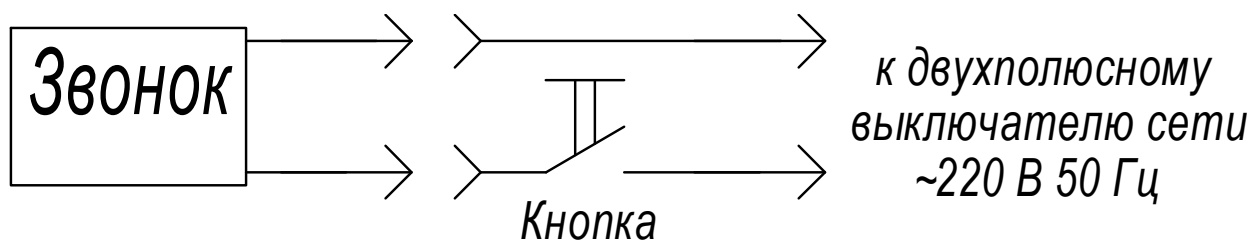

Рисунок 2
4.4 Установка и подсоединение звонка осуществляется специалистом в соответствии с ГОСТ 10434-82 и требованиями СНиП только при отключенном напряжении питания сети согласно рисунку 1 (для «Нейва ЭВ-01» и «Нейва ЭВ-02») и рисунок 2 (для «Нейва ЭВ-03»).